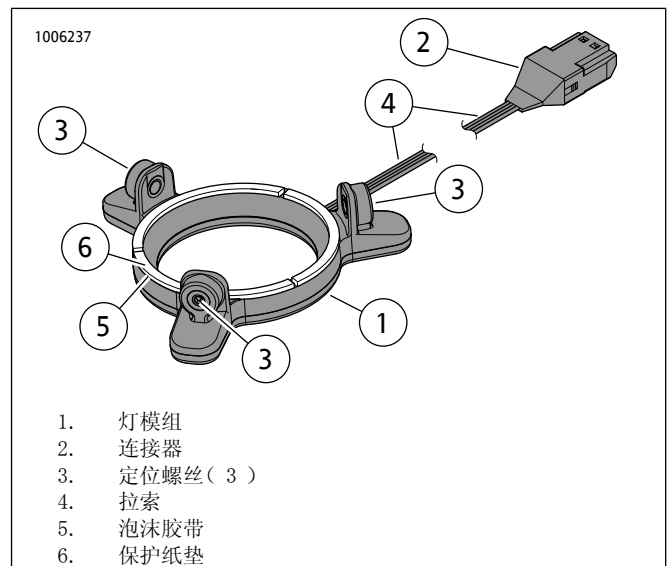

图20。圆形Stage II扬声器LED灯
5. 参见图20。从灯模组(1)背面的泡沫胶带(5)去掉保护纸垫(6)。